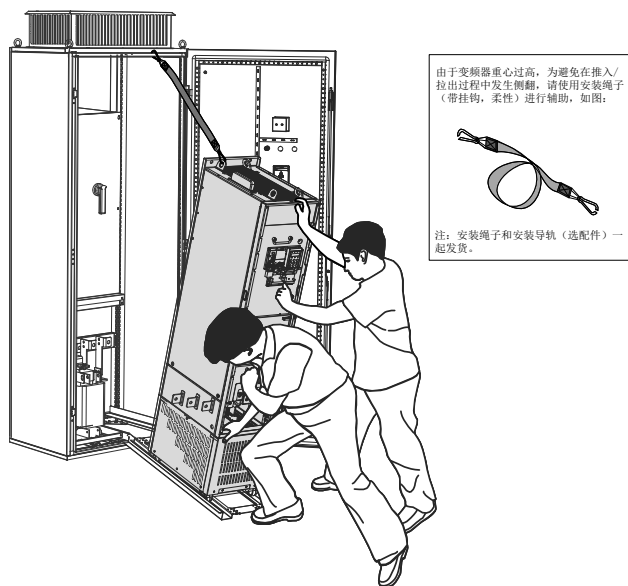

图 3-20 将变频器缓缓推入机柜
- 需要将变频器推入或推出机柜时，务必将变频器脚轮对准导轨后再推入或拉出，为确保安全，必须要求两个人操作，如图 3-19、图 3-20；
5	两个人配合操作，将变频器脚轮对准安装导轨后，缓缓推入机柜（如图 3-19、图 3-20）。安装过程中请使用安装辅助绳，避免变频器在推入 / 拉出过程中发生侧翻。